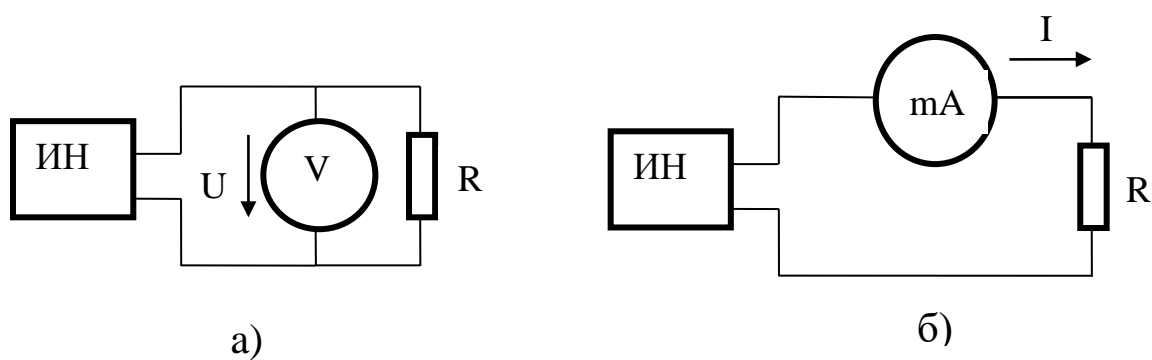
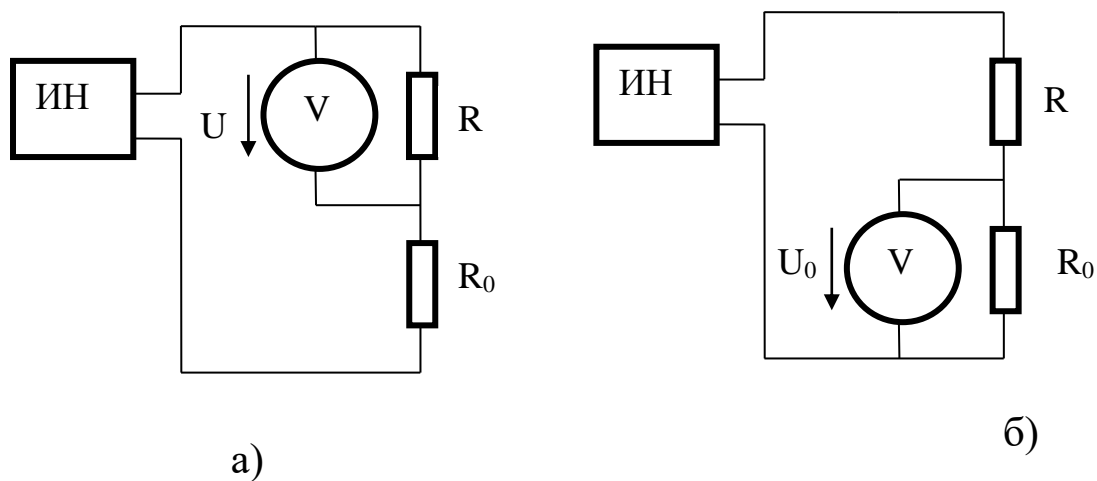
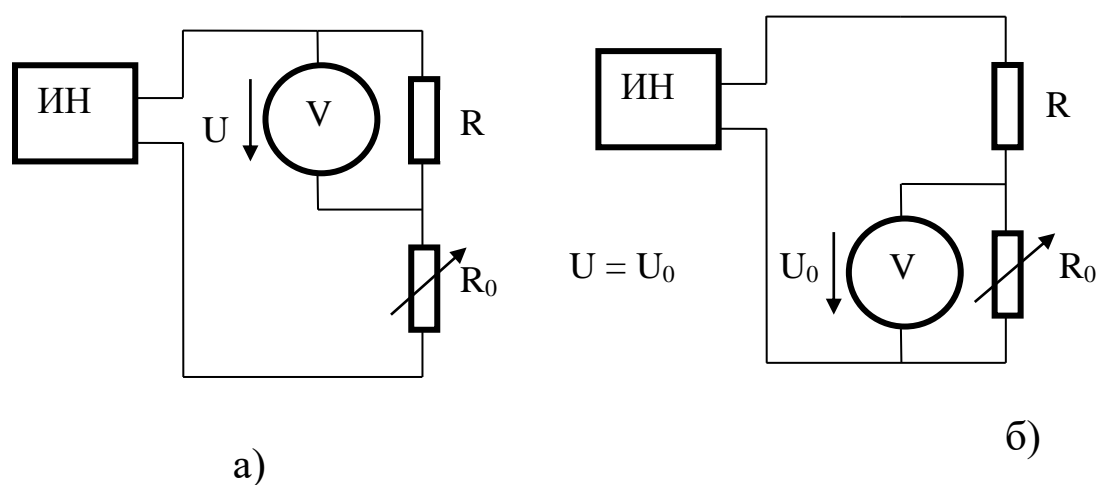
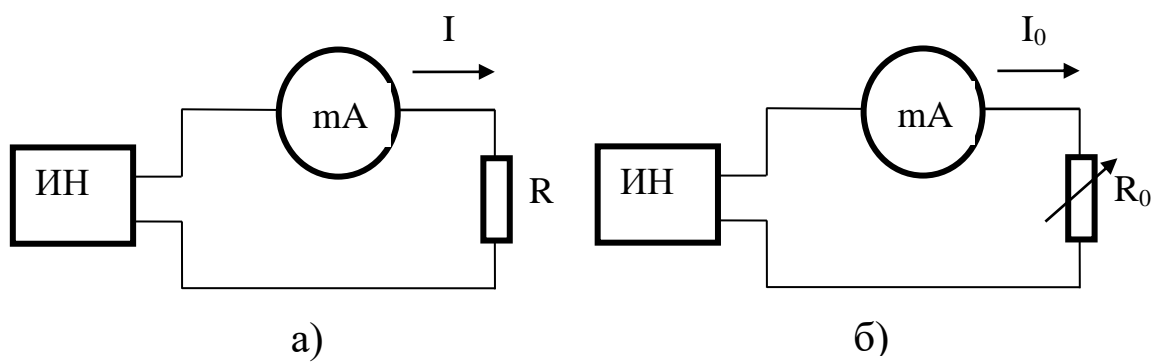

Рис. 3
Рис. 5
Рис. 8
Рис. 9
5. Прямое измерение сопротивления не всегда применимо (иногда, например, надо проводить измерение при заданном токе) и не всегда даёт наиболее точный результат. На рис. 3 ÷ 9 показаны некоторые другие способы измерения R .
Обозначения на рис. 3 ÷ 9:
R – искомое сопротивление; V и mA – мультиметр в режимах измерения постоянного напряжения (вольтметр) и постоянного тока (миллиамперметр); ИН – источник напряжения; R_0 – известное сопротивление (используется магазин сопротивлений P33 или P32). Схемы рис. 3 ÷ 7 соответствуют косвенному измерению: значение сопротивления R вычисляется по измеренным значениям напряжения и тока и известному значению сопротивления R_0 (табл. 1).
Схемы на рис. 8 и 9 соответствуют методу замещения: изменяя R_0 добиваются одинаковых показаний вольтметра (рис. 8) или миллиамперметра (рис. 9) в вариантах а) и б).
7. Перед тем как вычислять предельные значения абсолютной погрешности измерения надо решить, из каких составляющих они складываются для выбранного Вами способа измерения. В схемах рис. 3 ÷ 7 присутствует инструментальная составляющая погрешности косвенного измерения сопротивления, связанная только с мультиметром, а именно – с погрешностью измерения им токов и напряжений. Для схем рис. 5 ÷ 7 эта инструментальная составляющая связана ещё и с погрешностью наших сведений о значении сопротивления R_0 , т.е. с погрешностью магазина сопротивлений. Для схем рис. 8 и 9 инструментальная составляющая погрешности измерения по методу замещения – это только погрешность магазина сопротивлений R_0 . Предельные значения погрешности измерения токов и напряжений мультиметром можно найти по его метрологическим характеристикам (Приложение 1). Погрешность магазина сопротивления определяется его классом точности. Магазины сопротивления Р33 и Р32
Кроме инструментальной составляющей погрешности косвенного измерения сопротивления в схемах рис. 3 ÷ 7 присутствует ещё и методическая погрешность, связанная с тем, что выходное сопротивление $R_{\text{и}}$ источника напряжения ИН и сопротивление миллиамперметра $R_{\text{мА}}$ не равны нулю, а сопротивление вольтметра R_{V} не бесконечно велико. Определим для примера инструментальную и методическую составляющие погрешности косвенного измерения сопротивления по схемам рис. 3.
Таким образом, значение сопротивления, вычисляемое по формуле $R = U/I$ после измерения U и I по схемам рис. 3, т.е. косвенно *измеренное* значение определяется левой частью (4), а *действительное* значение – это R в этой формуле. Это значит, что относительная методическая погрешность косвенного измерения
Методическая составляющая погрешности измерения сопротивления в схемах рис. 8 и 9 связана с неточным выполнением равенств $U = U_0$ (рис.8) и $I = I_0$ (рис. 9) из-за квантования при цифровом измерении. Предельные значения этой составляющей определяются значением единицы младшего разряда (квантом) соответственно вольтметра q_V и миллиамперметра q_{mA} .